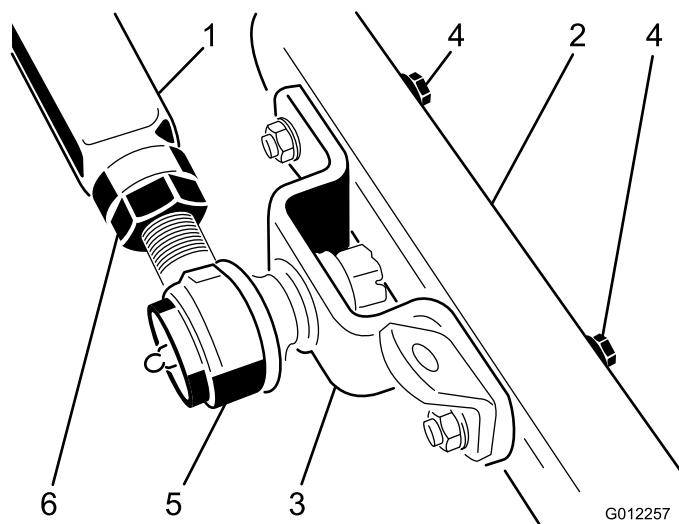

Figura 21
6. Haga que otra persona haga presión hacia abajo con cuidado sobre el brazo de empuje izquierdo mientras que usted retira los tornillos de caperuza, las arandelas planas y las contratuercas que sujetan el soporte de la articulación esférica y la pletina de enganche de la cadena al brazo de la rueda giratoria de la unidad de corte (Figura 21). Ahora y con cuidado, la otra persona puede dejar que el brazo de empuje se desplace hacia arriba, lo que aliviará gradualmente la tensión de 68 kg del muelle.
- Haga que otra persona haga presión hacia abajo con cuidado sobre el brazo de empuje izquierdo hasta que los taladros del soporte de la articulación esférica estén alineados con los taladros del brazo de la rueda giratoria (Figura 21). En seguida, coloque un bloque de madera de 102 x 102 mm entre el bastidor y la parte superior del brazo de empuje.